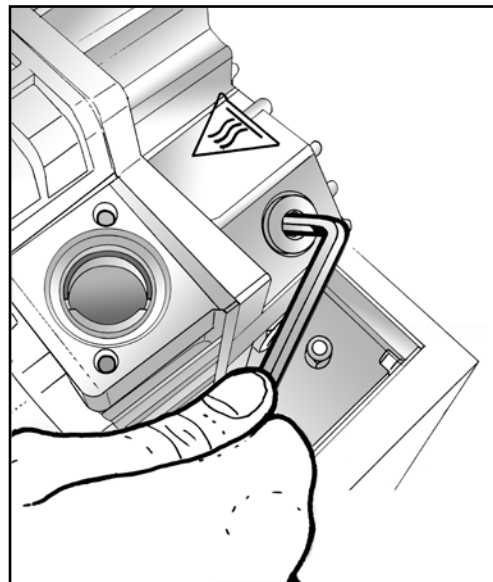

Рис. 1
- 6) Шестигранным ключом раскрутить заливную пробку масла в верхней части насоса (**рис. 1**).